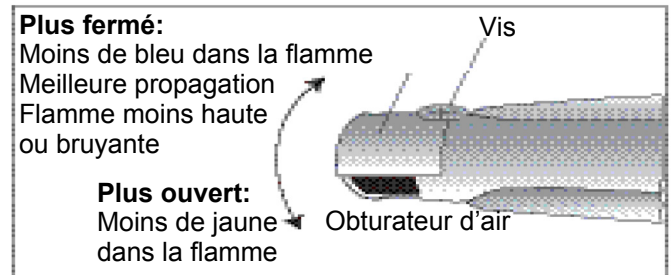

FIGURE 28: AJUSTEMENT DES OBTURATEURS D'AIR (SI NÉCESSAIRE)
Les brûleurs en forme de tube utilisés avec les appareils THERMADORmc sont munis d'obturateurs d'air semblables à ceux de la *Figure 28*. Ils peuvent être ajustés de la façon suivante (à moins que cela soit déconseillé). Vous devez enlever le brûleur de l'appareil pour ajuster les obturateurs d'air.
- Ajustez l'obturateur à une position plus fermée si la flamme est trop élevée ou bruyante, ou si elle se propage mal. Ajustez l'obturateur à une position plus ouverte si la flamme est trop jaune (*Figure 28*).